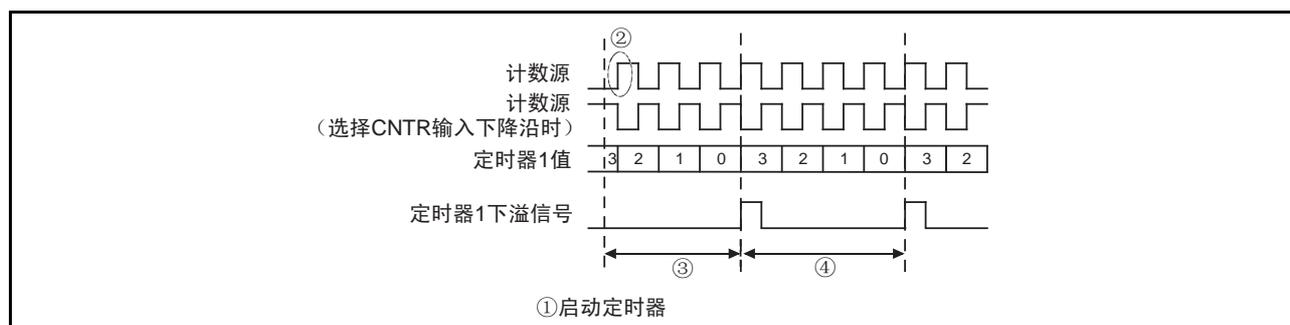

图 69 定时器的计数开始时序和开始运行时的计数时间
预分频器、定时器 1 在开始运行 (图 69 ①) 后的计数源的第一个上升沿 (图 69 ②) 开始计数。
根据定时器和计数源的开始运行时序，从开始计数到最初下溢之间的时间 (图 69 ③) 比以后下溢之间的时间 (图 69 ④) 短 (最大为计数源的一个周期)。